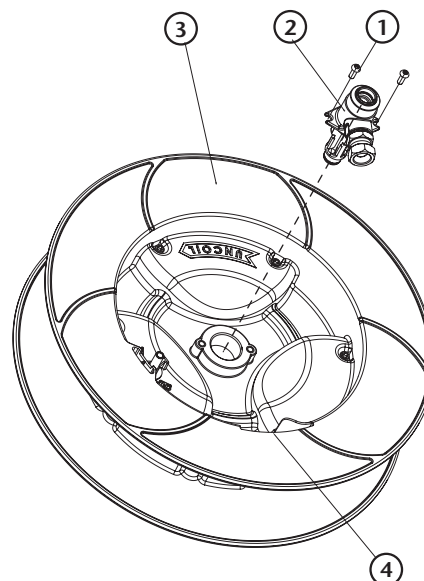

Fig. 19
13. Du côté opposé du tambour, dévissez les vis (1) (fig. 19) qui maintiennent l'arbre du tambour (2) (fig. 19) sur le disque (3) (fig. 19). Sauvegardez les composants pour les réinstaller ultérieurement.
14. Remplacez l'ensemble du disque (3) (fig. 19) par le nouveau disque et remontez les composants dans l'ordre inverse. Commencez par assembler l'arbre du disque en laiton (2) (fig. 19) en serrant les vis (1) (fig. 19). Pour éviter de casser le plastique, n'appliquez pas un couple de serrage supérieur à 4Nm lors du serrage de ces vis. Pour monter l'arbre du disque (2) (fig. 19) dans la bonne position, veillez à le monter avec le raccord dirigé vers la fenêtre du disque (4) (fig. 19).